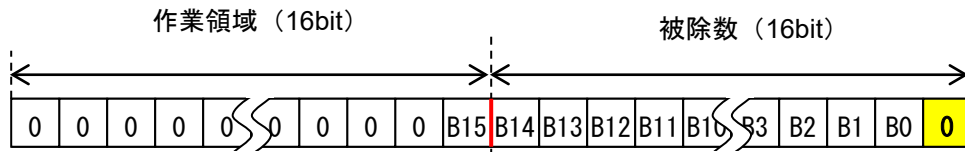

図 3.3 減算の準備
- ② 減算処理は最初に被除数と作業領域を左に1ビットずつシフトして、減算の準備を行います。作業領域の LSB には被除数の MSB が入り、被除数の LSB は0になります（図 3.3 参照）。なお、被除数の LSB は処理と領域の効率化を図るために商領域として使用していきます。